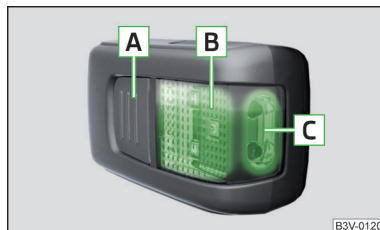

Fig. 137
Descripción de la luz » fig. 137
- Para **encender** de la lámpara retirada, presionar la tecla **[A]** » fig. 137. Presionando nuevamente se **apaga** la lámpara.
Si no se apaga la lámpara y está colocada correctamente en el soporte, los medios de iluminación LED en la parte delantera de la lámpara **[C]** » fig. 137 se apagan automáticamente.